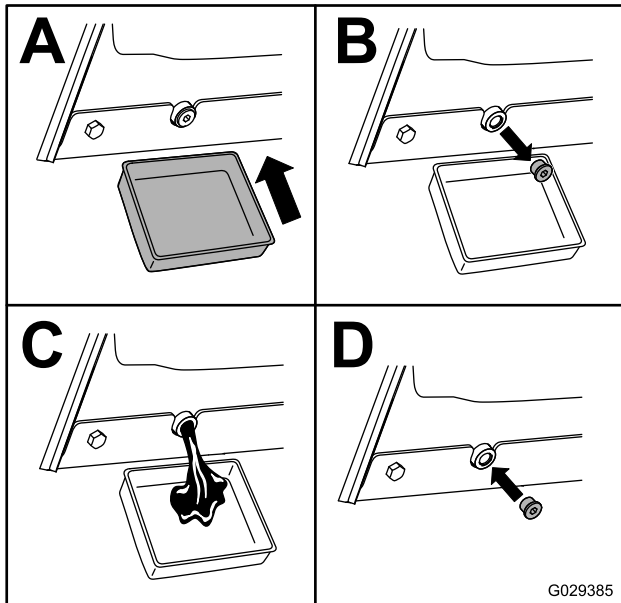

Figura 45
5. Drene el aceite por debajo de la plataforma (Figura 45).